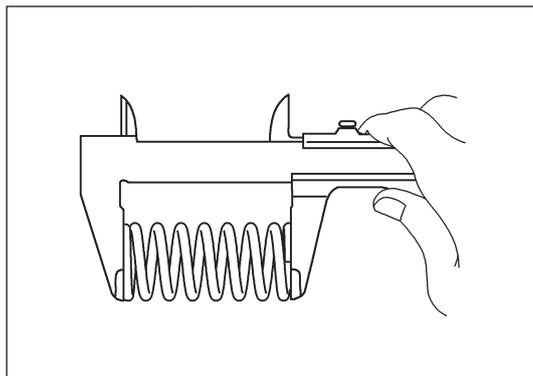

Рис. 12-3-23. Измерение свободной длины пружины клапана
- б) При помощи штангенциркуля измерить свободную длину пружины клапана, как изображено на рис. 12-3-23.